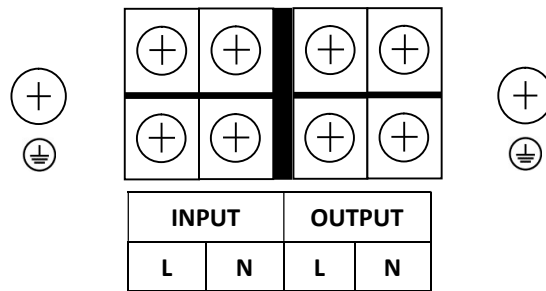

Figura 8 - Morsettiera d'Ingresso/Uscita per Stabilizzatori Monofase
- 1.1. Togliere il pannello metallico di accesso alla morsettiera d'Ingresso/Uscita. La morsettiera d'Ingresso/Uscita è illustrata in figura 8. Tutti i cavi che verranno collegati alla morsettiera devono arrivare alla morsettiera entrando dagli appositi fori sul retro dello stabilizzatore.
- 1.2. Procedere al collegamento della linea d'Ingresso **AC INPUT (FASE, NEUTRO e TERRA)**, facendo attenzione alla corretta polarità e alla corrispondenza con la figura 8, come spiegato sotto: